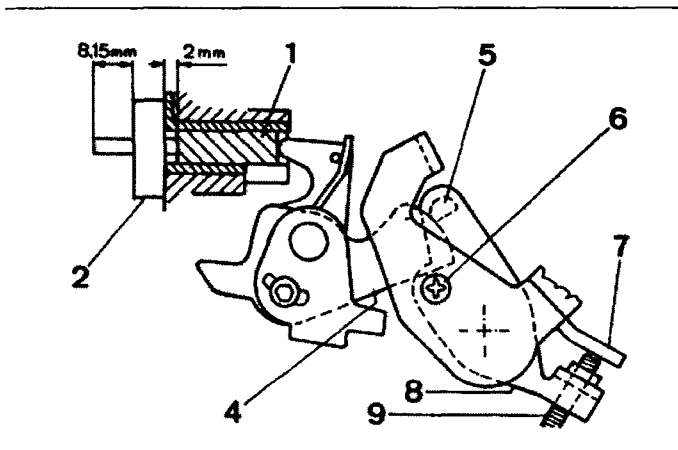

Рис. 4.35 Установка пусковых оборотов - "прогрев"
- 9 Следующие операции (п.п.36...38) проводятся только в случае, если сбита регулировка винта "9" (рис. 4.35).